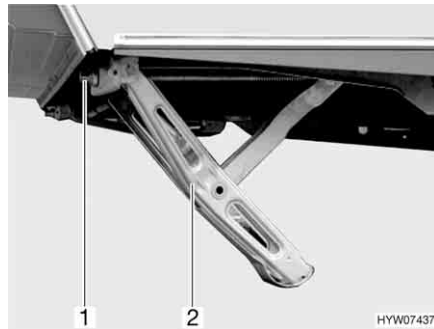

Bild 23 Kurbelstütze heruntergekurbelt
- Die serienmäßig beigelegte Handkurbel auf den Sechskant (Bild 23,1) der Kurbelstütze (Bild 23,2) stecken.